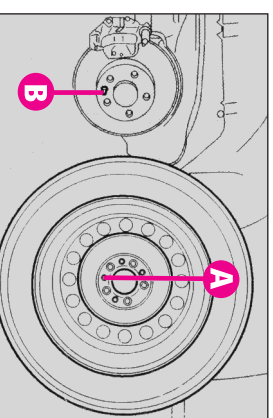

fig.7
- montați roata de rezervă astfel încât orificiul (A-fig. 7) să se potrivească cu bolțul corespunzător (B-fig.7).
- fixați roata normală având grijă ca orificiul (B-fig. 7) să se potrivească cu boltul corespunzător (A-fig.7).
- cu ajutorul cheii, strângeți bine suruburile în ordinea indicată în (fig. 7).
- cu ajutorul cheii, strângeți suruburile complet în ordinea arătată în (fig. 7).